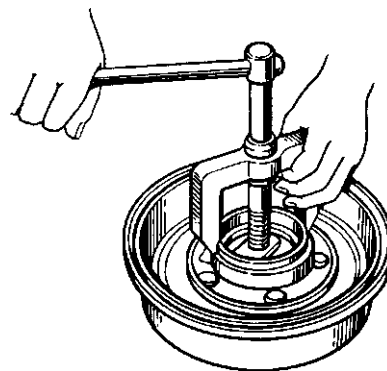

Рис. 11.6. Выпрессовка наружного кольца внутреннего подшипника ступицы
1. Выпрессуйте наружное кольцо внутреннего подшипника приспособлением (рис. 11.6). Одновременно с наружным кольцом будет выпрессована манжета с упорной шайбой и внутренним кольцом этого подшипника.